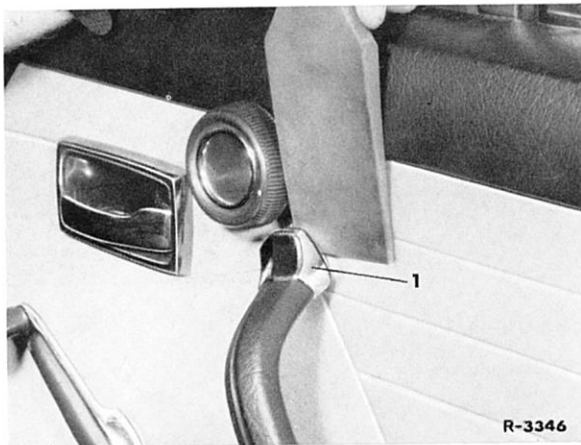

Bild 72-6/1
- 1 Blende (1), wie im Bild 72-6/1 gezeigt, von oben abdrücken und zurückschieben.